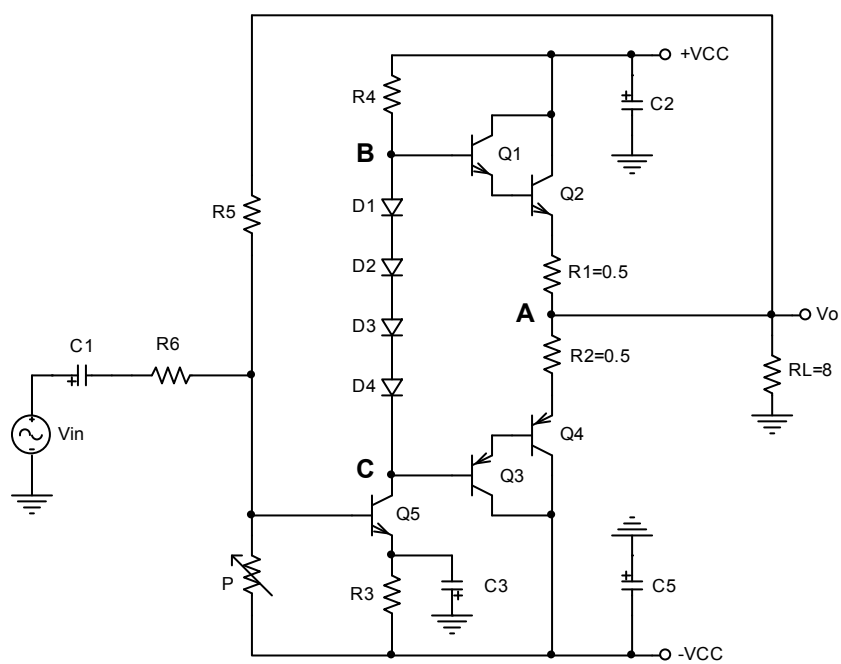

Figura 2-2: Amplificador Push-Pull com realimentação.
**Fase 2- Projete o circuito da Figura 2-2 obedecendo as seguintes recomendações:**